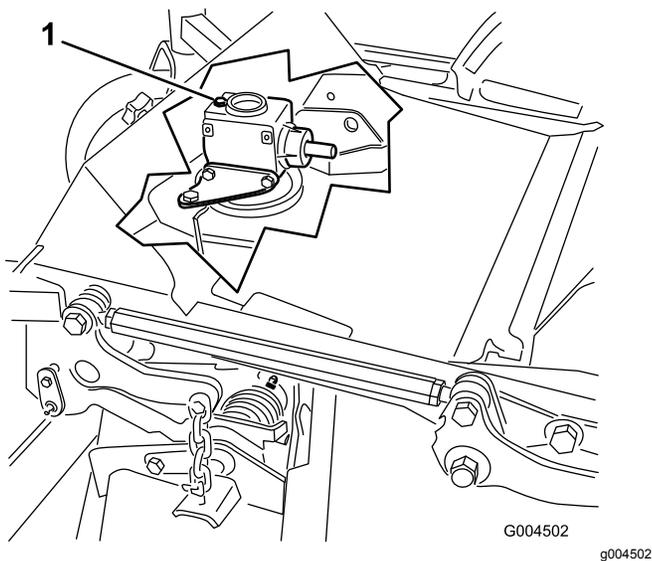

Figura 65
6. Retire la varilla/tapón de llenado de la parte superior de la caja de engranajes y asegúrese de que el lubricante está entre las marcas de la varilla (Figura 65).
6. Retire la varilla/tapón de llenado de la parte superior de la caja de engranajes (Figura 65).